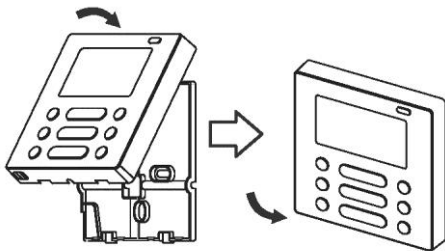

Fig. 3-11
- Après le réglage et le verrouillage du boîtier supérieur ; évitez de pincer le câblage lors de l'installation. (Fig. 3-11)